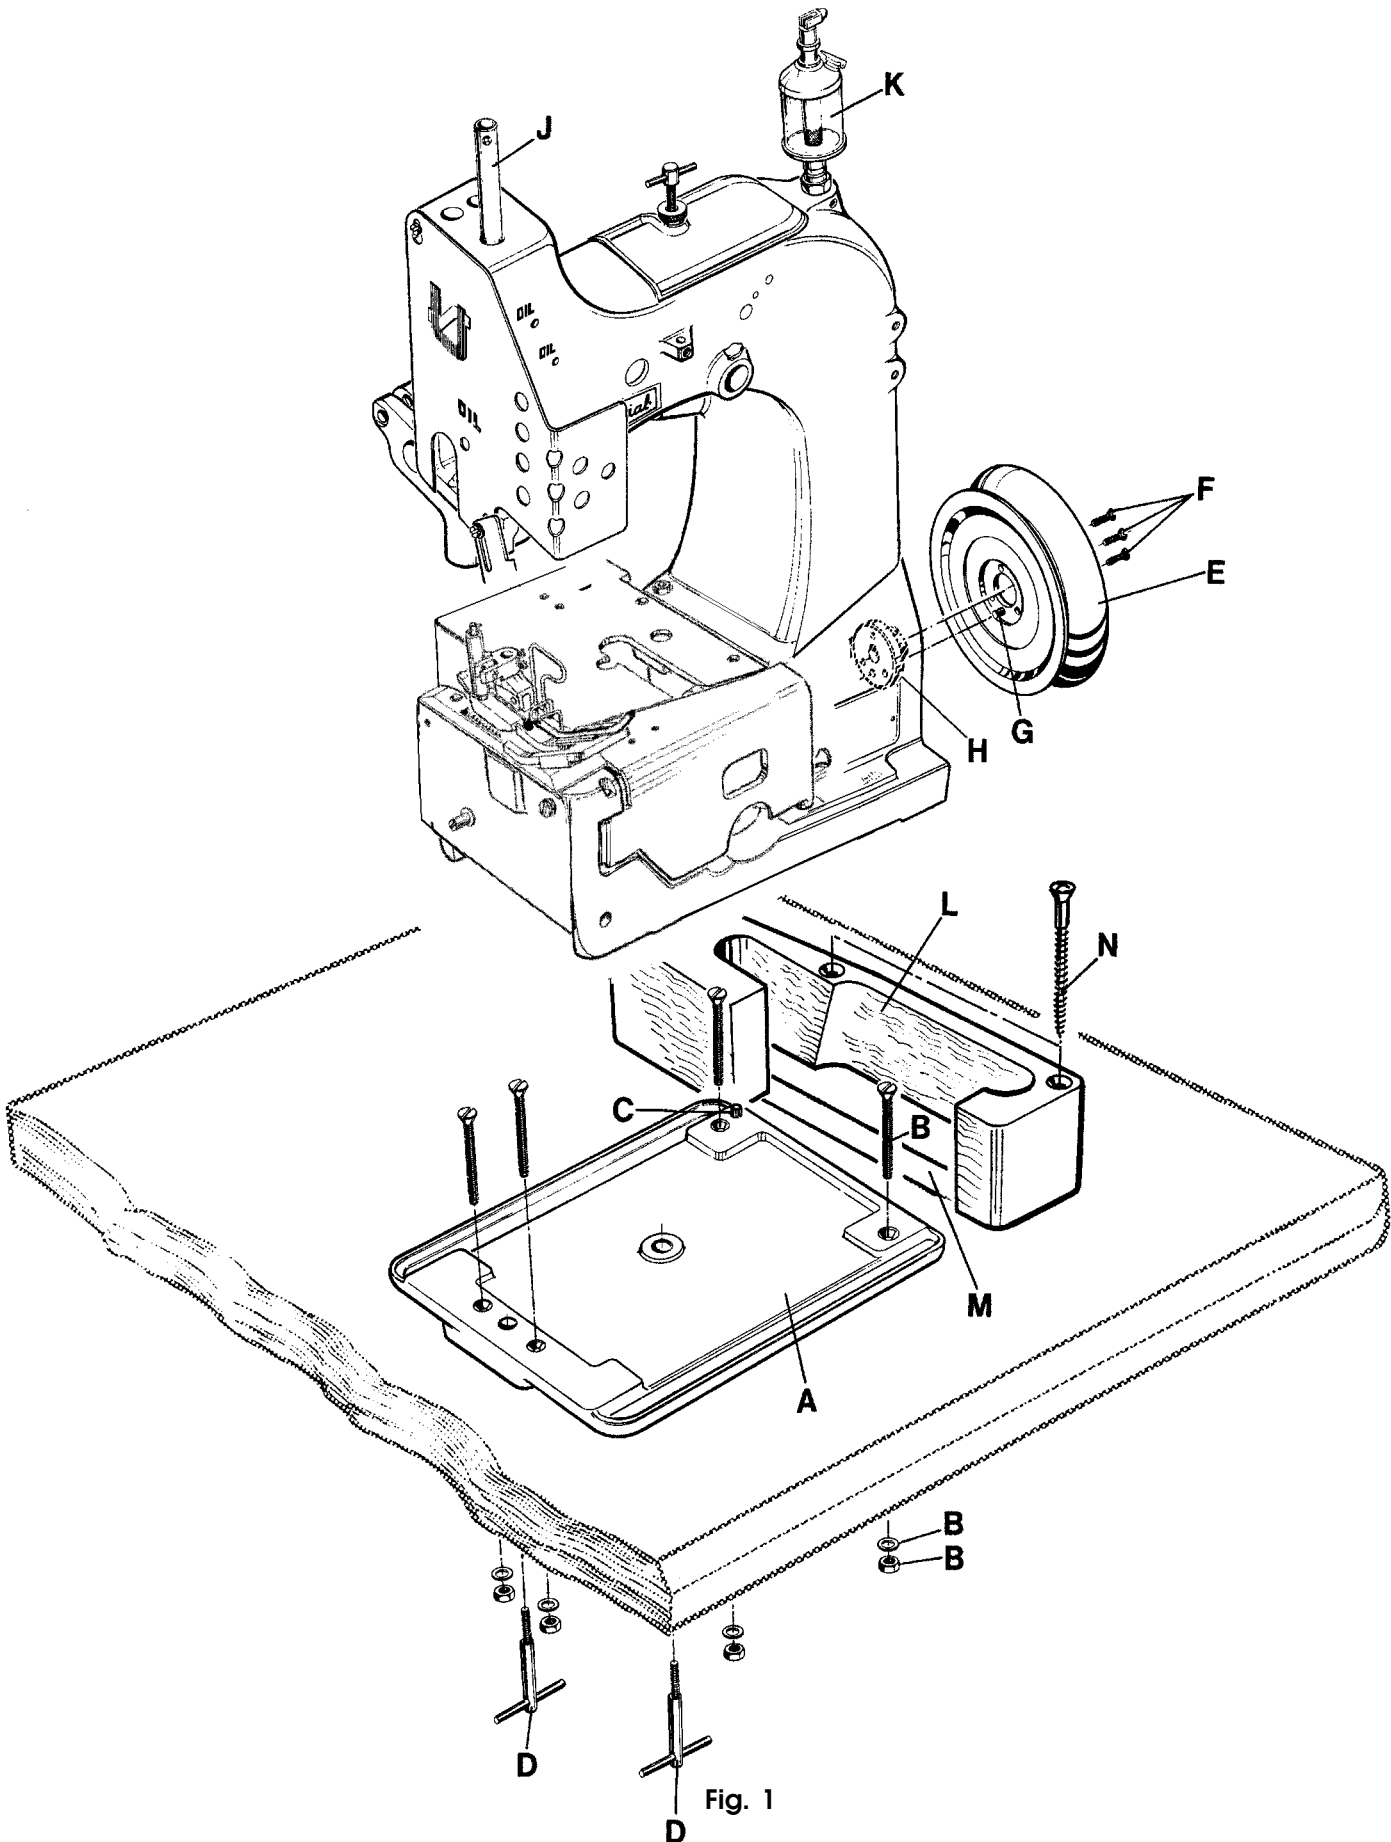

Fig. 1
2. Mount the base plate (A, Fig. 1) with four screws, nuts and washers (B) in the provided holes on the table board.
3. Place the sewing machine on the base plate so that the roll pin (C) in the base plate engages with the right rear hole in the machine base.
4. Fasten the sewing machine with the two T-screws (D) on the base plate.
6. Assemble the handwheel pulley (E) with three countersunk screws (F) to the sewing machine. Pin (G) must engage with the hole in hub (H).
7. Screw in needle bar guard (J).
8. Screw in sight feed oiler (K).
9. Align the handwheel belt guard (L) with the V-belt slot (M) in the table board and with the handwheel pulley and fasten it with two wood screws (N) on the table board.
2. Monte la placa de base (A, Fig. 1) con los 4 tornillos, tuercas y arandelas (B) en los huecos ya listos en la tabla de la mesa.
3. Coloque la maquina sobre la base, de manera que el pasador de regulación (C) en la placa base, encaje en el hueco derecho trasero de la base de la máquina..
4. Asegure la máquina de coser con los 2 tornillos T (D) en la placa de base.
6. Monte la rueda del volante (E) con los 3 tornillos remache (F) a la máquina de coser. El pasador (G) debe encajar en el hueco dentro de la rueda (H).
7. Atornille la barra de aguja (J).
8. Asegure la aceitera (K).
9. Aline el guarda correa del volante (L) con la perforación para la correa en la mesa (M) y con la rueda del volante y sujételo con los 2 tornillos para madera (N) a la mesa.